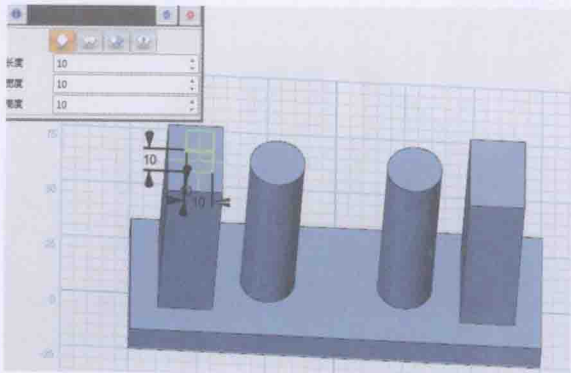

图 1-2-7
8. 开始绘制第三层。选择六面体命令 ，参照图1-2-7所示平面制作六面体。